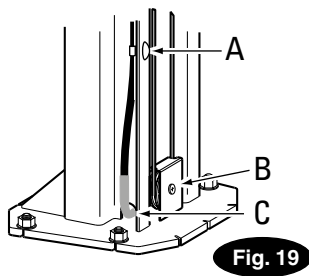
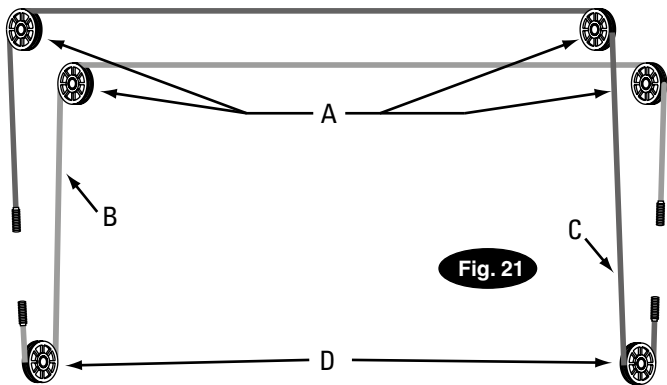

Fig. 19
Fig. 21
NOTA: Posare il tubo flessibile dell'azionamento all'interno delle colonne utilizzando le apposite fessure situate nella base delle colonne, fig. 19. Posare il tubo flessibile della traversa superiore attraverso la parte terminale superiore del gruppo della traversa superiore, fig. 20.)
A) Rimuovere la copertura della puleggia, fig. 19.
Dettaglio fig. 19
Dettaglio fig. 21
- F) Far passare il cavo intorno alla puleggia inferiore, quindi farlo passare verso l'alto e intorno alla puleggia superiore, quindi trasversalmente e verso il basso fino al carrello contrapposto, fig. 21. Montare la copertura delle pulegge, fig. 19.